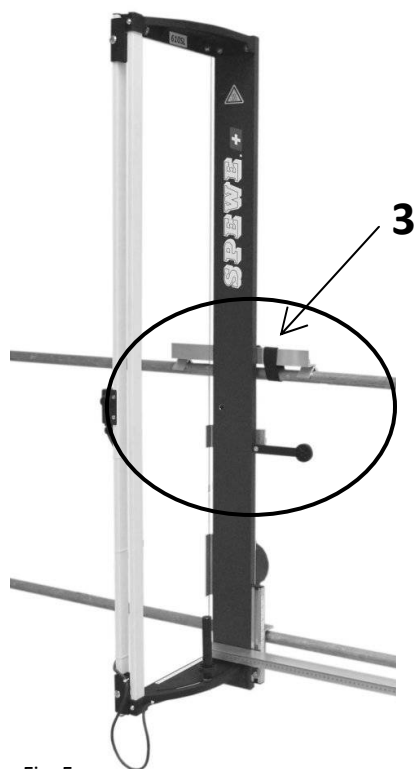

Fig. 5
<p>D</p>	<p>Geländerhalterung Geländerhalterung für senkrechten Geräteinsatz am Rückengeländer. Montage: Geländerhalterung an Rückseite des Gerätes mittels beiliegenden Sterngriffschrauben (2) in die dafür vorgesehenen Gewindebüchsen montieren. Schneidegerät gemäss Fig. 5 auf Geländerstange setzen, Klettband (3) um Geländerstange legen. Das Gerät ist somit gegen ein Herunterfallen gesichert.</p>